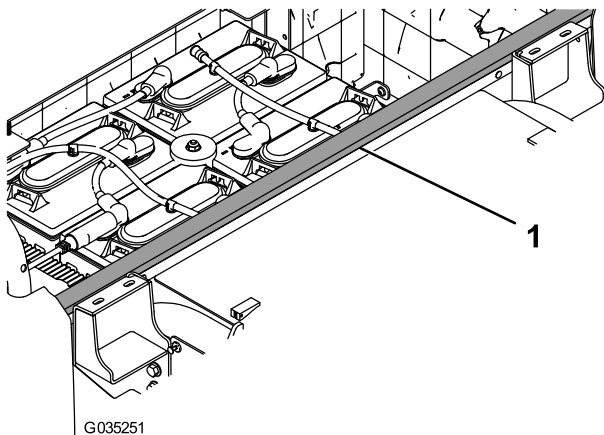

Bild 8
- Entfernen Sie das Trägermaterial von der hinteren Schaumstoffdichtung und bringen Sie die Dichtung an der Maschine an, wie in **Bild 8** abgebildet.